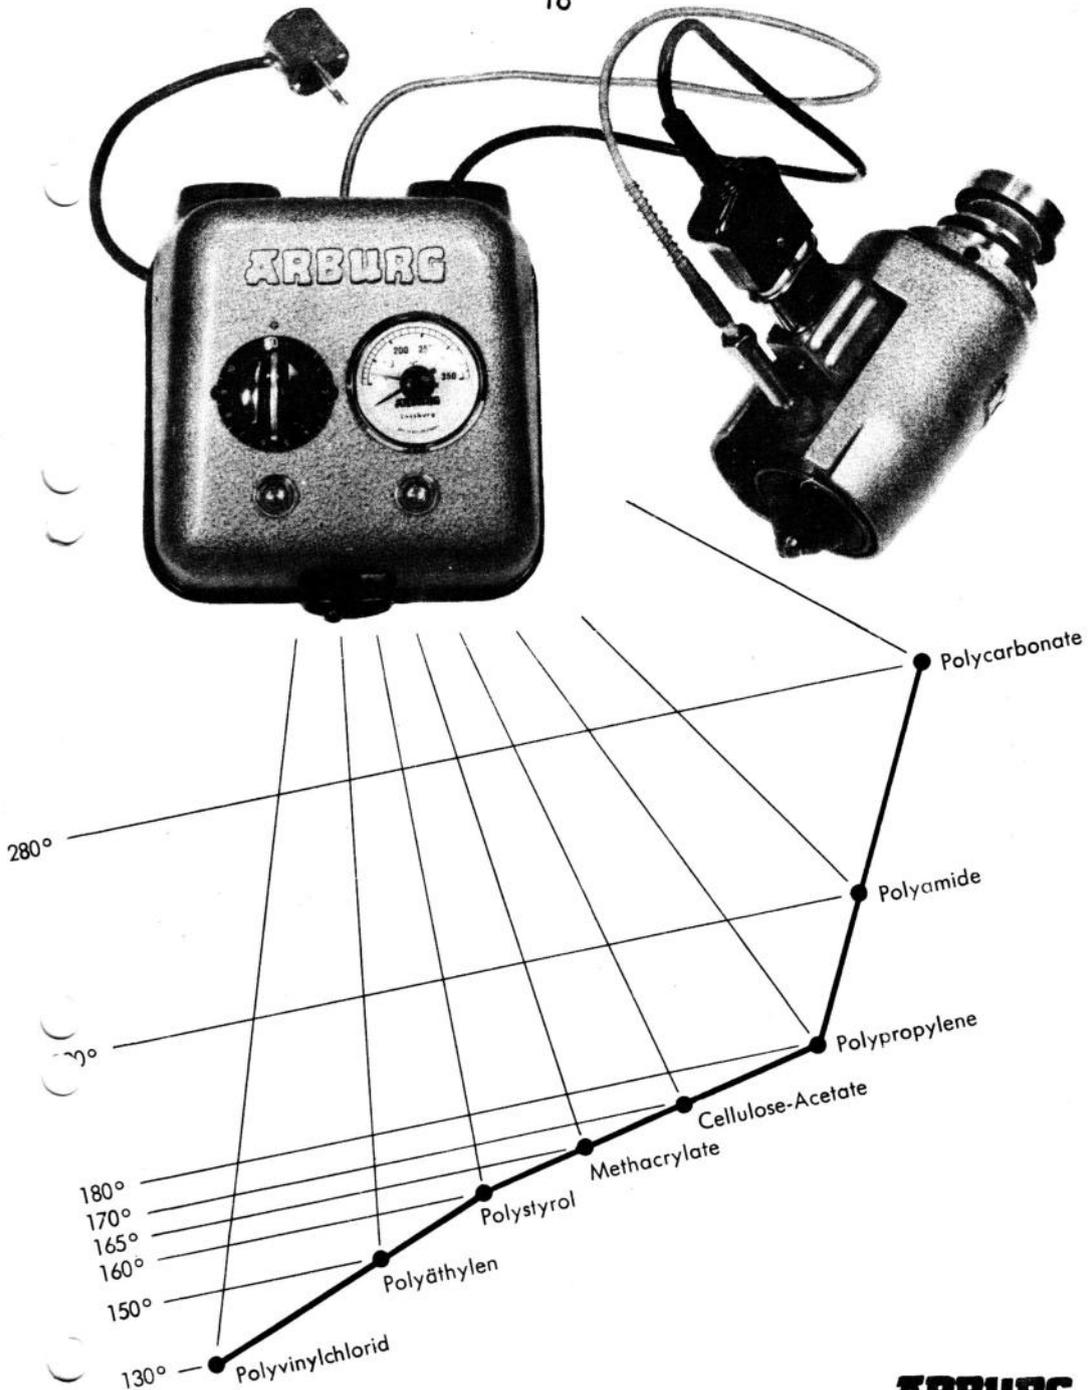

Abb. 4
1) Thermotast Abb.4
Das Thermotastgerät dient zur Steuerung und Messung der Temperatur im Spritzzylinder. Die Temperaturmessung liefert keine absoluten Werte, da nicht die Massetemperatur, sondern die Zylindertemperatur gemessen wird. Die auf Abb.4 genannten Zahlen sind die physikalischen Schmelzpunkte der betreffenden Kunststoffe. Sie können nur als ganz grobe, unverbindliche, untere Richtwerte zur erstmaligen Einstellung auf ein bestimmtes Spritzteil verwendet werden.
3) Spritzzylinder Z2 Abb. 4, 7 und 8